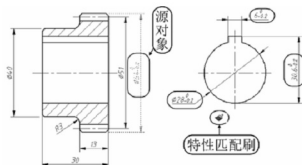

图 9-9 使用【特性匹配】命令过程
③ 退出对象选择：按【Esc】键或按住右键，图中视选中对象的“夹点”消失。
④ 使用【特性匹配】命令，以已标注公差尺寸为源对象，要标注公差的尺寸为目标对象，复制公差特性及公差值，结果如图 9-9 所示，各目标对象具有相同的公差值。